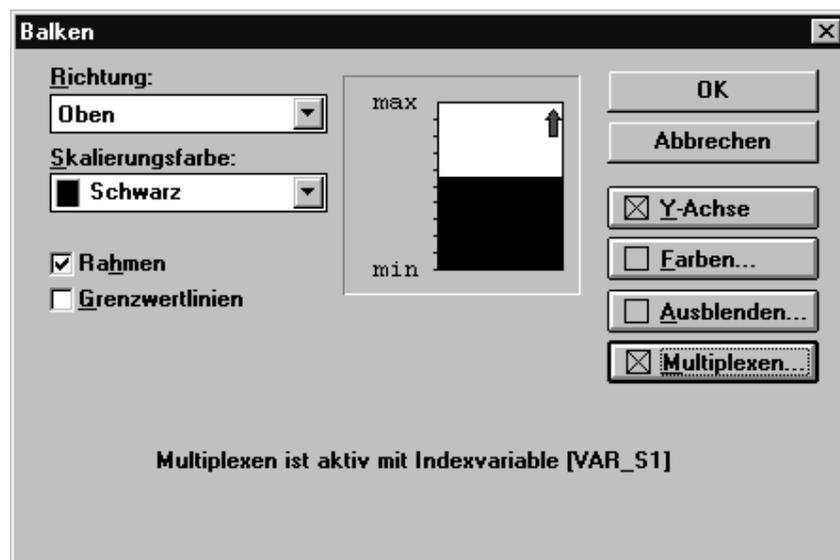

Bild 7-22 Anzeige bei aktiviertem Multiplexenn
9. Verlassen Sie die Dialogbox *Multiplexen* mit *Ok*. In der Dialogbox *Balken* ist jetzt ein Kreuzchen in der Schaltfläche *Multiplexen* zur Kennzeichnung, daß Multiplexen verwendet wird (siehe Bild 7-22). Außerdem wird statt dem Feld für *Variable* die Indexvariable angegeben.